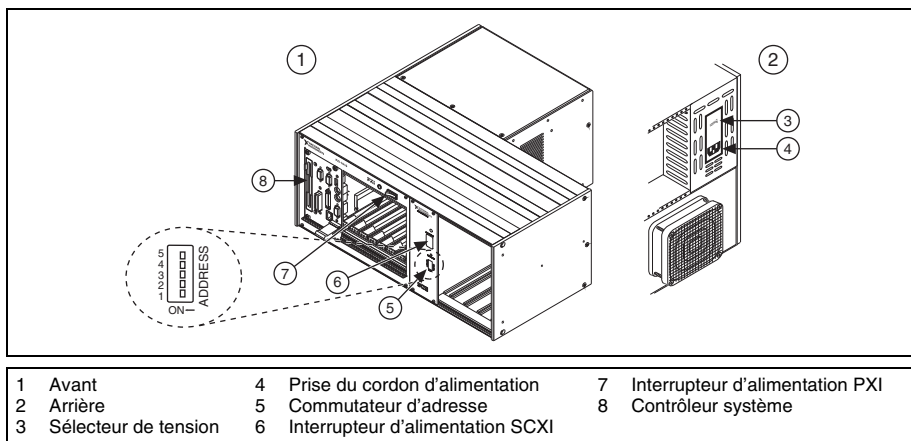

Figure 4. Configuration du châssis combiné PXI/SCXI
2. Définissez la position des commutateurs d'adresse SCXI pour l'adresse désirée. Sur la figure 4, tous les interrupteurs sont en position Off.
Si vous utilisez un châssis SCXI, l'interrupteur d'alimentation est représenté dans la figure 3. Si vous utilisez un châssis combiné PXI/SCXI, les interrupteurs d'alimentation du châssis et du PXI sont représentés dans la figure 4.